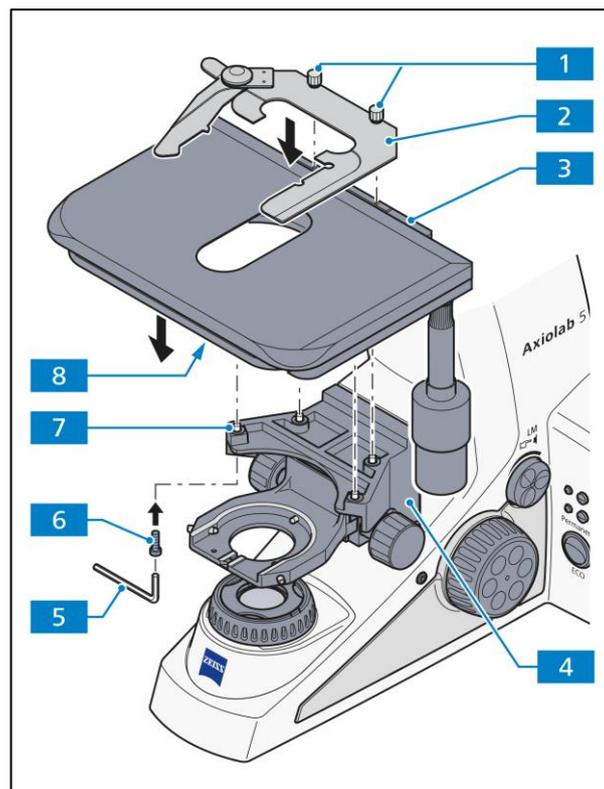

Abb. 3-8 Kreuztisch montieren
- Die zwei Klemmschrauben (Abb. 3-8/1) des Objekthalters (Abb. 3-8/2) lösen und Objekthalter abnehmen.
- Vier Befestigungsschrauben (Abb. 3-8/6) am Tischträger (Abb. 3-8/4) mit einem Innensechskantschlüssel (SW 3) (Abb. 3-8/5) herausdrehen.
- Tisch (Abb. 3-8/3) nach oben vom Tischträger abnehmen.
- Tisch (Abb. 3-8/3) auf Tischträger (Abb. 3-8/4) aufsetzen, so dass sich die Gewindebohrungen in der Unterseite des Tisches (Abb. 3-8/8) über den Durchgangslöchern des Tischträgers (Abb. 3-8/7) befinden.
- Die vier Befestigungsschrauben (Abb. 3-8/6) von unten durch den Tischträger stecken und in die Tischunterseite eindrehen.
- Objekthalter (Abb. 3-8/2) auf dem Tisch platzieren und die zwei Klemmschrauben (Abb. 3-8/1) festziehen.